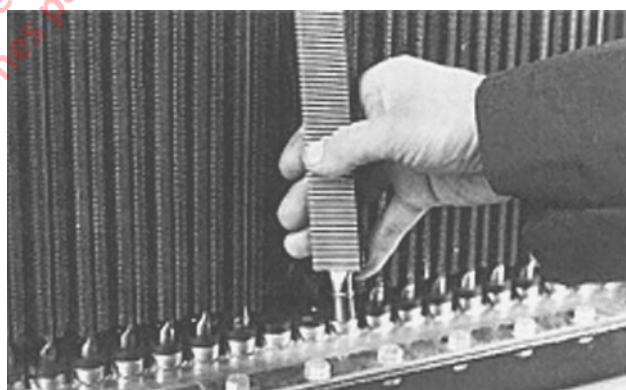

FIGURA 3-8. ANGULACIÓN DEL TUBO DURANTE EL DESMONTAJE
3. Saque el tubo del sello superior mientras lo tuerce al mismo tiempo. Angule el tubo lo suficiente para sacar el radiador. Vea la Figura 3-8. Sacar el tubo en un ángulo excesivo puede dañarlo.